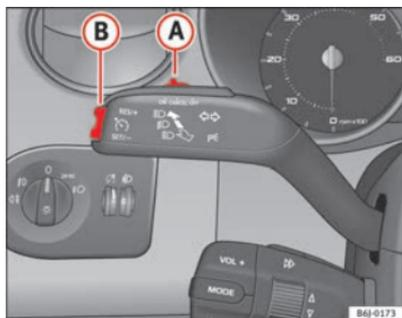

Fig. 107 Palanca de intermitentes y de luz de carretera: mando y tecla basculante para el regulador de velocidad
- Presione la parte superior de la tecla basculante **RES** ⇒ fig. 107 **(B)** para aumentar la velocidad. El vehículo acelerará mientras mantenga la tecla presionada. Al soltar la tecla quedará memorizada la nueva velocidad.
Si se reduce la velocidad programada pisando el pedal del freno, se desactiva el regulador de velocidad. Si quiere activar de nuevo el regulador, bastará con presionar una vez la parte superior de la tecla basculante **RES+** ⇒ fig. 107 **(B)**.